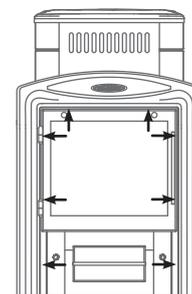

Bild 6. Auseinandersetzen der Tür mit Rahmen bei der Montage des Ofenmodells «Vitra»
1. 8 Stück Bohrschrauben lösen, mit derer Hilfe die Tür mit Rahmen zum Brennstoffkanal befestigt wird und sie abnehmen; (siehe Bild 6)